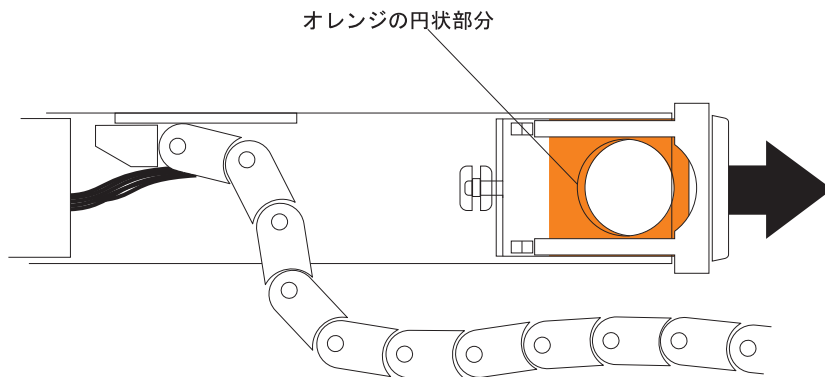

図 97. ドライブ・ドロワーに接続される水平取り付け金具
- b. ドライブ・ドロワーから右のケーブル・チェーンの取り付け金具を切り離します。 オレンジ色のハンドルをつかみ (図 97 を参照)、取り付け金具をドライブ・エンクロージャーから引き出します。